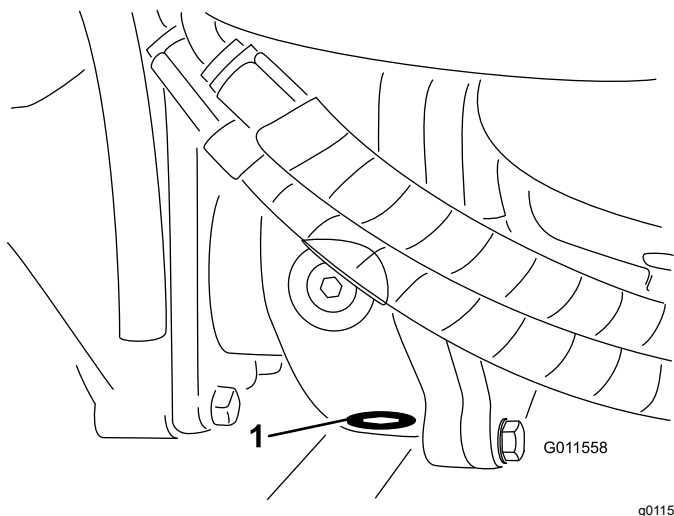

Figura 78
5. Limpie la zona alrededor del tapón de vaciado en la parte inferior de la caja de engranajes (Figura 78).